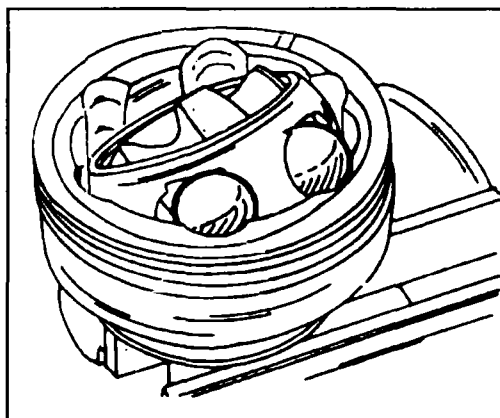

Рис. 6.6 Демонтаж сепаратора ШРУС
- ◆ Закрепите наружное кольцо в тисках и поверните ступицу вместе с сепаратором как показано на рис. 6.6.